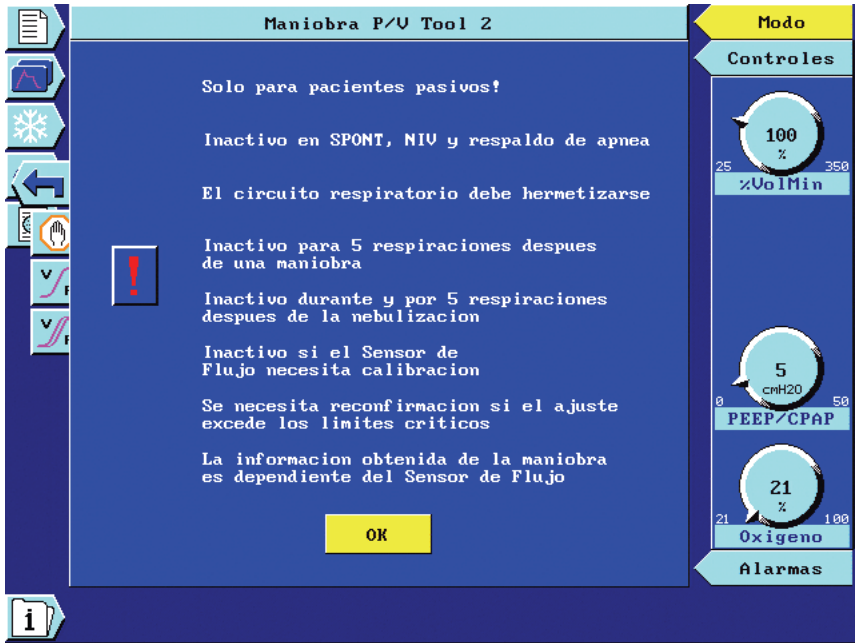

Figura 7-5. Ventana de información de P/V Tool
1. En el menú de monitorización, seleccione el símbolo correspondiente a la mecánica respiratoria. A continuación, en el menú de mecánica respiratoria, seleccione el símbolo P/V Tool 2 y actívelo. Se abrirá la ventana de información de P/V Tool 2 (Figura 7-5). Léala atentamente.